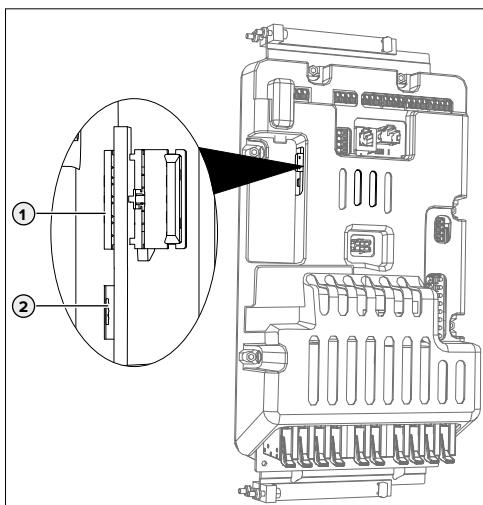

Bild 20: Anslutningar för konfiguration på ECU
- Anslut en terminal (t.ex. stationär dator, bärbar dator, mobiltelefon) till ECU med en USB-kabel. Använd mikro-USB-uttaget (2) på höger ECU (AF2).
- ➔ "Bild 20: Anslutningar för konfiguration på ECU"